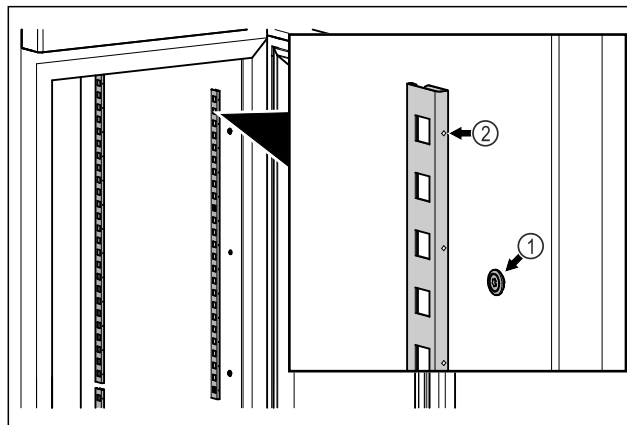

Fig. 58 Ilustrační zobrazení
- Zahákněte zářkové lišty do závěsu Fig. 58 (1). Označení Fig. 58 (2) musí směřovat dopředu.